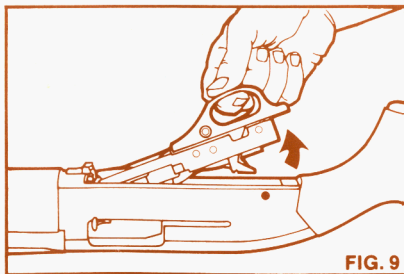

FIG. 9
3. Lift trigger group out of receiver by pulling on trigger guard (Figure 9).
3. Enlevez l'assemble du sous-garde en tirant sur le pontet (Fig. 9).
3. Heben Sie das Abzugssystem am Abzugsbügel aus dem Systemkasten (Abb. 9).
3. Alce el mecanismo del gatillo fuera del cajón de mecanismos, tirando del guardamonte (Fig. 9).